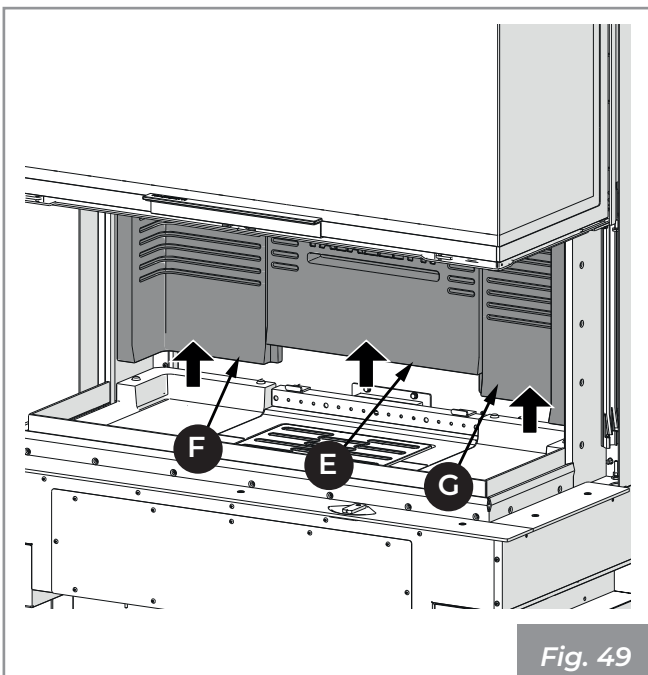

Fig. 49
- 4) Sollevare ed estrarre nell'ordine lo schienale in refrattario centrale (E) e poi quelli laterali (F, G) (Fig. 49).